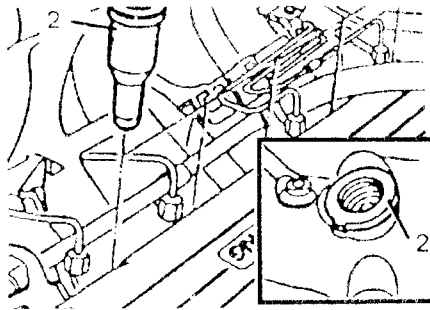

Fig. 8
Retirar la precámara (2) (Fig. 8).